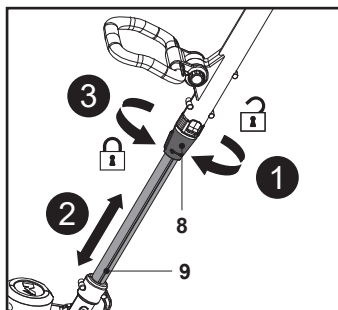

Rys. 6
1. Nacisnąć przycisk blokady (15a) i przytrzymać go w tym położeniu, a następnie obrócić uchwyt dodatkowy (15) do góry lub do dołu, aby dostosować kąt (rys. 6).
2. Zwolnić przycisk blokady (15a) i kontynuować delikatne obracanie uchwytu dodatkowego (15) aż do zablokowania we właściwym położeniu. Upewnić się, że system zębów zablokował się we właściwym położeniu.